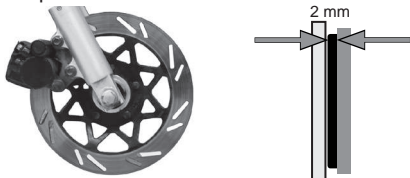

imagen 28. desgaste del freno delantero
2. Revisar el nivel de desgaste de las balatas del freno delantero. *Ver imagen 28.*